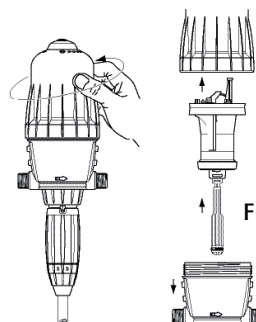

Fig. 16
- Svitare la campana a mano (Fig. 16) e toglierla.